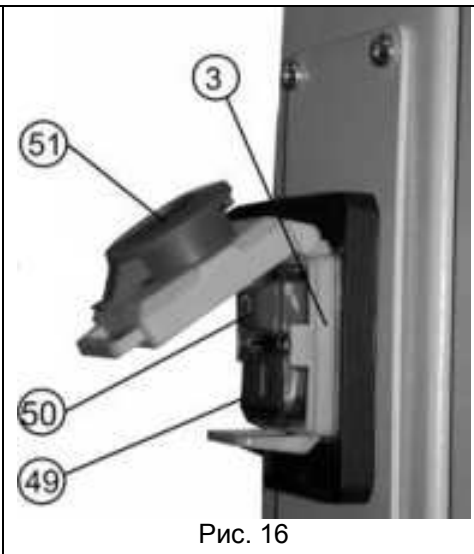

Рис. 16
12.2. Включение (Рис. 16)
- 12.2.2. Нажмите красную кнопку (51) и сдвиньте ее вверх, как показано стрелкой на красной кнопке (51) магнитного пускателя (3), Рис. 16.